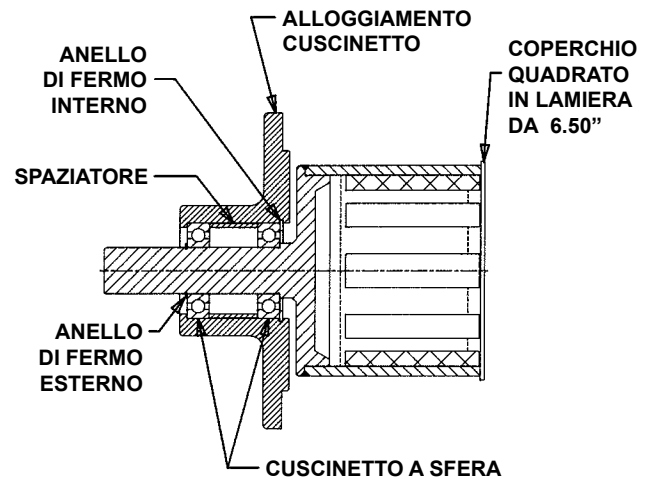

FIGURA 12
1. Fare riferimento alla Figura 12 per l'identificazione delle parti. Coprire l'estremità aperta del magnete esterno con un pezzo di lamiera o di cartone. Questo terrà i corpi estranei lontani dalla zona del magnete. Mettere il gruppo con la faccia sotto con l'albero rivolto verso l'alto e rimuovere le manopole.